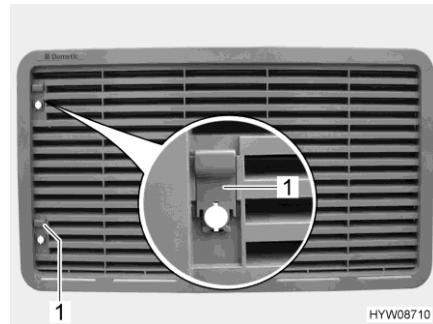

Fig. 195 Griglia di aerazione del frigorifero
- Spingere il cursore (Fig. 195,1) verso l'alto.